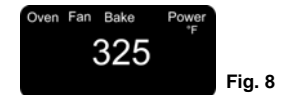

Fig. 8
3. Appuyez une fois sur le bouton Four pour sélectionner la cuisson sans convection ou deux fois pour la cuisson à convection. (Fig. 8)